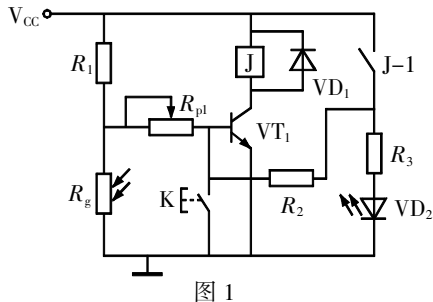

图 1
30. [原创]小明设计了如图 1 所示的光控灯电路模型,当 R_g 检测到光线很暗时, VD_2 发光。请完成以下任务: